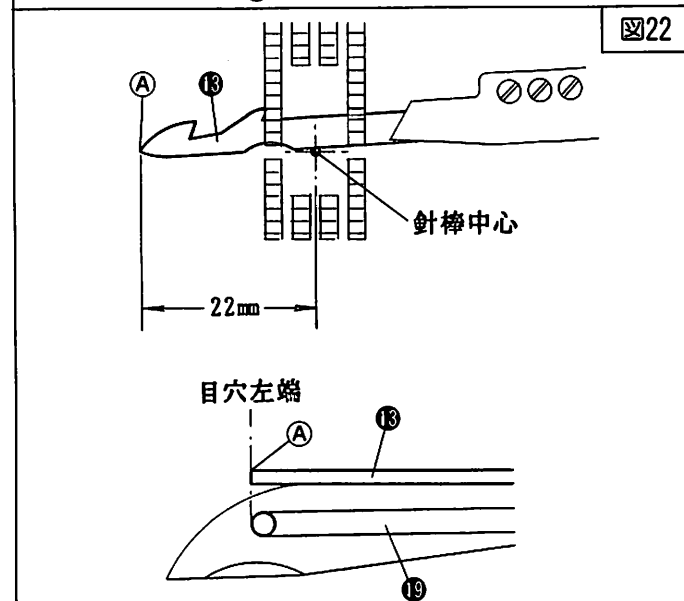

図22
(2)の位置(下メス先端がルーパーの右端から9 mm)で下メス⑬の底面がルーパー⑭の上面に軽く接触するように、ブラケット⑮の止めネジ⑯を弛めて、ブラケットを上下に動かして調節して下さい。
(5) 下メス最左位置の調節 (図22)